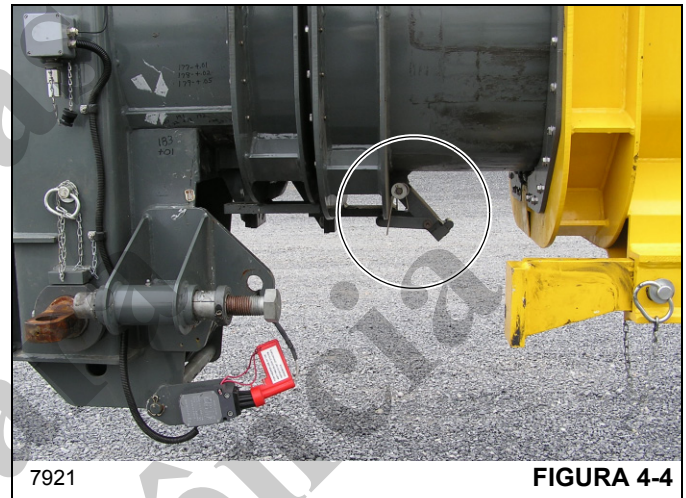

FIGURA 4-4
4. Estenda a lança o suficiente para desengatar o calço de parada da extensão da lança acionado por mola (consulte a Figura 4-4).